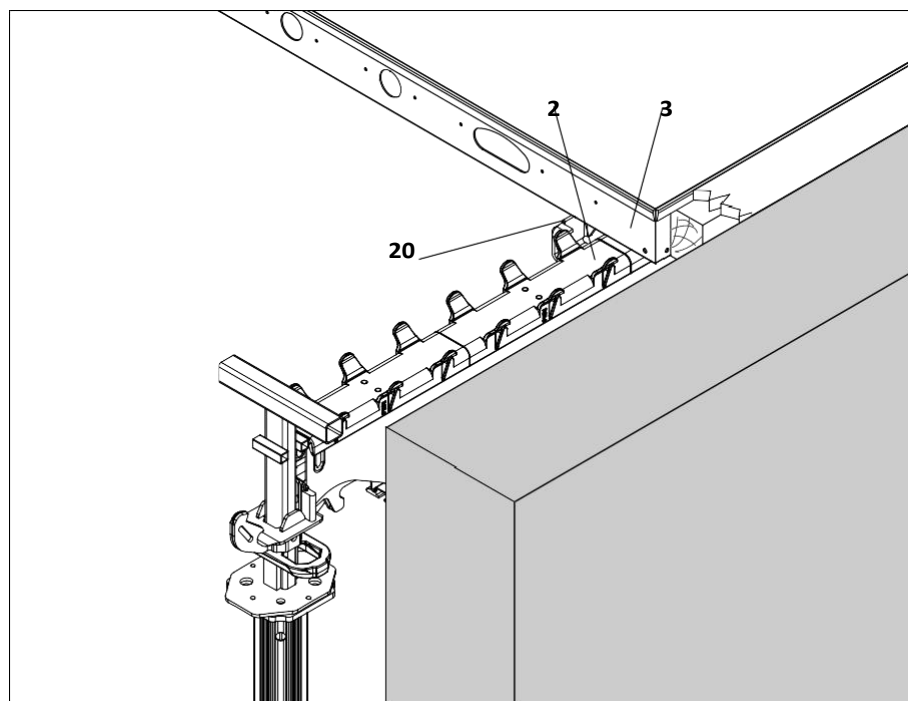
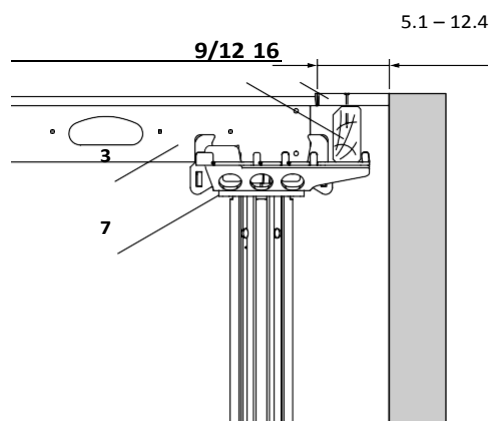

Fig. A5.35
Fig. A5.36
2. Заковете гредата SPH (12) или друга (13) на max. 6 cm на панела. (Fig. A5.35) Завийте с винтове SPH (12) или друга (13) на max. 6 cm на панела. (Fig. A5.36)
3. Монтирайте шперплата (16) и го заковете с пирони.
1. Монтирайте комб. глава SCK (7) с конзолата по посока на изкърпването.
2. Монтирайте панела (3).
3. Монтирайте челната греда SRT-2 (9) или гредата SPH (12) в комбинираната глава (7).
4. Монтирайте шперплата (16) и го заковете. (Fig. A5.36)